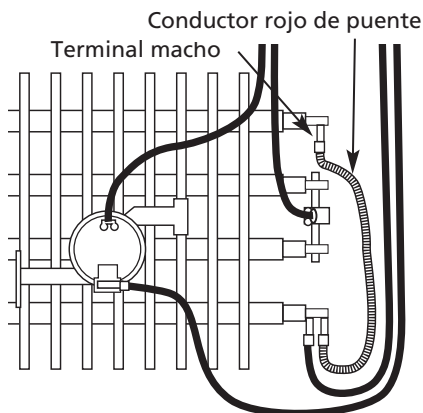

Figura 6 – Conversión del Calentador a Medio Vataje
- Retire el conductor rojo de puente según se muestra en la Figura 6 y deséchelo.